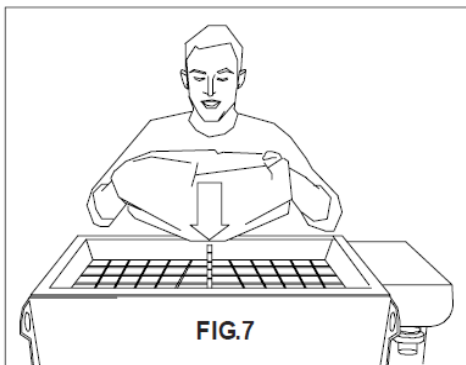

FIG.7
- Das vorgemischte Trockenmaterial laden. Die Materialsäcke mit einer gewissen Kraft auf den Sacköffner (Bez. 10, Abb. 1) auflegen, die beiden Sackenden anheben und den Inhalt in den Trichter schütten (Abb. 7).